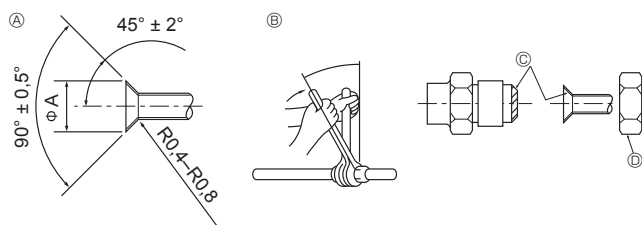

Fig. 4-1
4.2. З'єднання труб (Fig. 4-1)